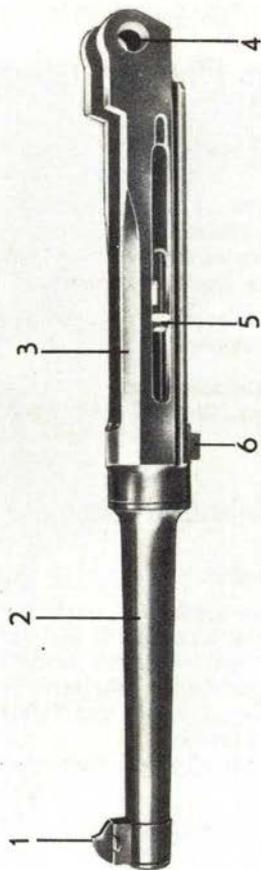
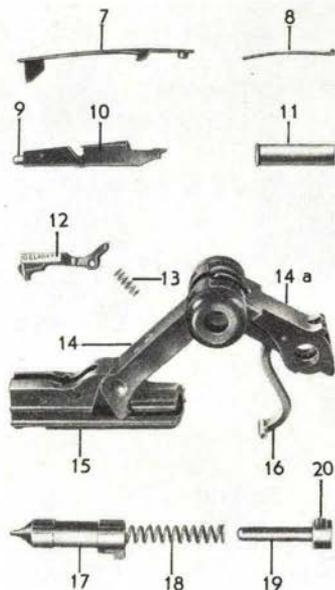

Bild 6
Bild 7
- **der beim Schuß bewegliche Teil**, bestehend aus: Lauf mit Verschlussgehäuse (Bild 6) und Verschluss in Form einer Kniegelenkkonstruktion (Bild 7).